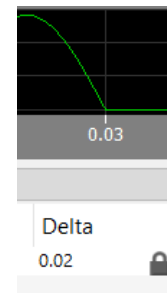

Figura 11 – Bloqueio dos cursores
12) Posicione os cursores de modo a ficarem espaçados de um período (ou múltiplos inteiros) das formas de onda visualizadas. A forma mais eficaz é definir o valor desejado no campo "Delta" e de seguida bloquear os cursores clicando duas vezes no símbolo do cadeado (Figura 11).